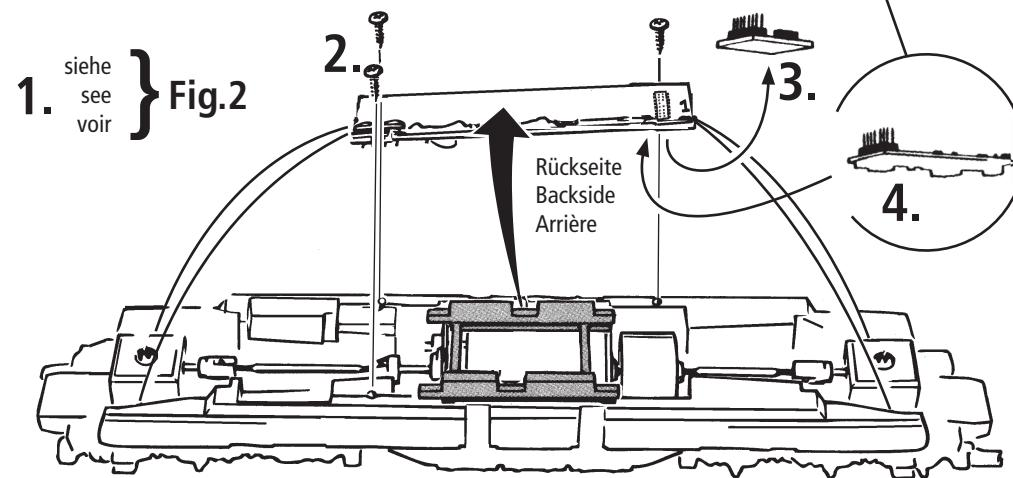

Fig. 4
1. Reinigung der Radstromkontakte: Radstromkontakte können auf unsauberer Schienen leicht verschmutzen. Entfernen Sie **vorsichtig** mit einem kleinen Pinsel **den Schmutz** an den in Fig. 4 gekennzeichneten Stellen.
1. Cleaning of wheel contacts: Wheel contacts easily get dirty on tracks which are not entirely clean. Use a small brush to **remove dirt** from spots marked in fig. 4.